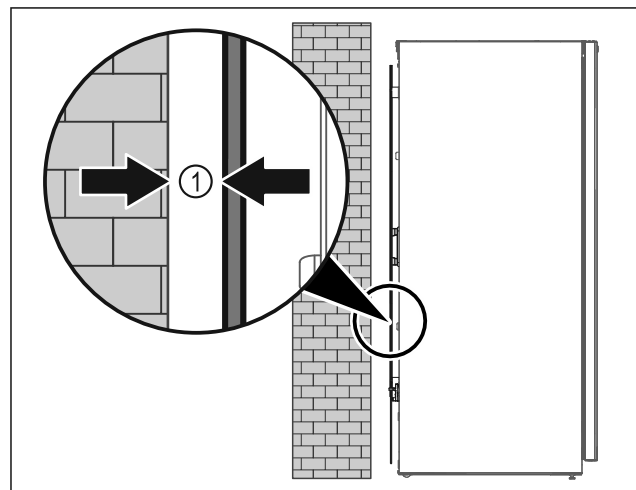

Fig. 5
- ▶ Поставете уреда свободностоящ в помещението или директно на стената на минимално разстояние от 5 mm Fig. 5 (1).